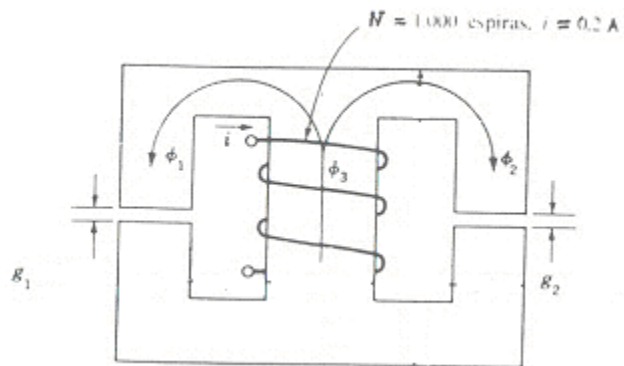

Figura 10 – Circuito magnético para o exercício 9.
9) O circuito magnético da Figura 10 tem 2 caminhos paralelos que se concatenam com o enrolamento. Calcular o fluxo e a indução magnética em cada uma das pernas do circuito magnético. Desprezar o espraçamento nos entreferros e os campos de dispersão. Supor que a permeabilidade relativa do ferro seja tão alta que a fmm do enrolamento é totalmente consumida nos entreferros.